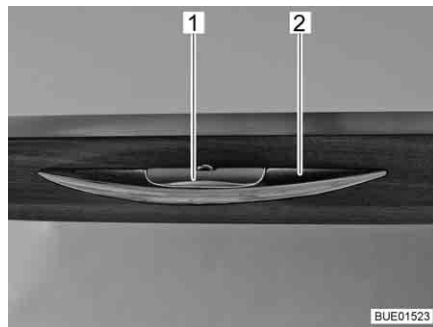

Fig. 70 Sportello del mobile con maniglia di sbloccaggio
- Premere la maniglia di sbloccaggio (Fig. 70,1) e mantenerla premuta.
- Tirare la maniglia (Fig. 70,2) finché lo sportello del mobile non si apre.